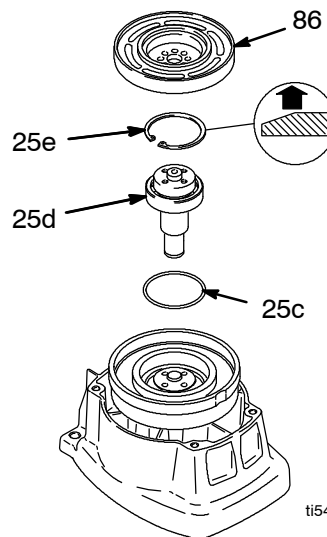

Fig. 6
7. Fig. 6. Afmonter holderingen (25e).
6. Fig. 6. Kontrollér O-ringen (25c), og udskift den, hvis den mangler eller er beskadiget.